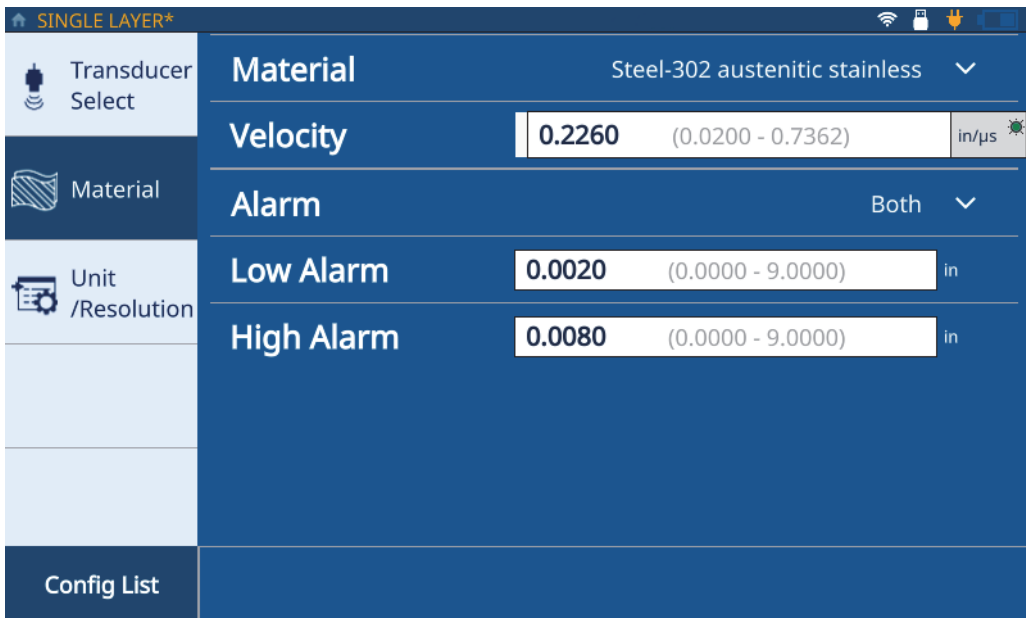

Figura 2-3 Scheda Material di Single Layer
8. Cliccare sulla scheda **Material** (materiale) [vedi Figura 2-3 a pagina 15] e, in seguito, selezionare il proprio materiale dall'elenco a discesa. Il misuratore aggiorna automaticamente la velocità in base al materiale selezionato.